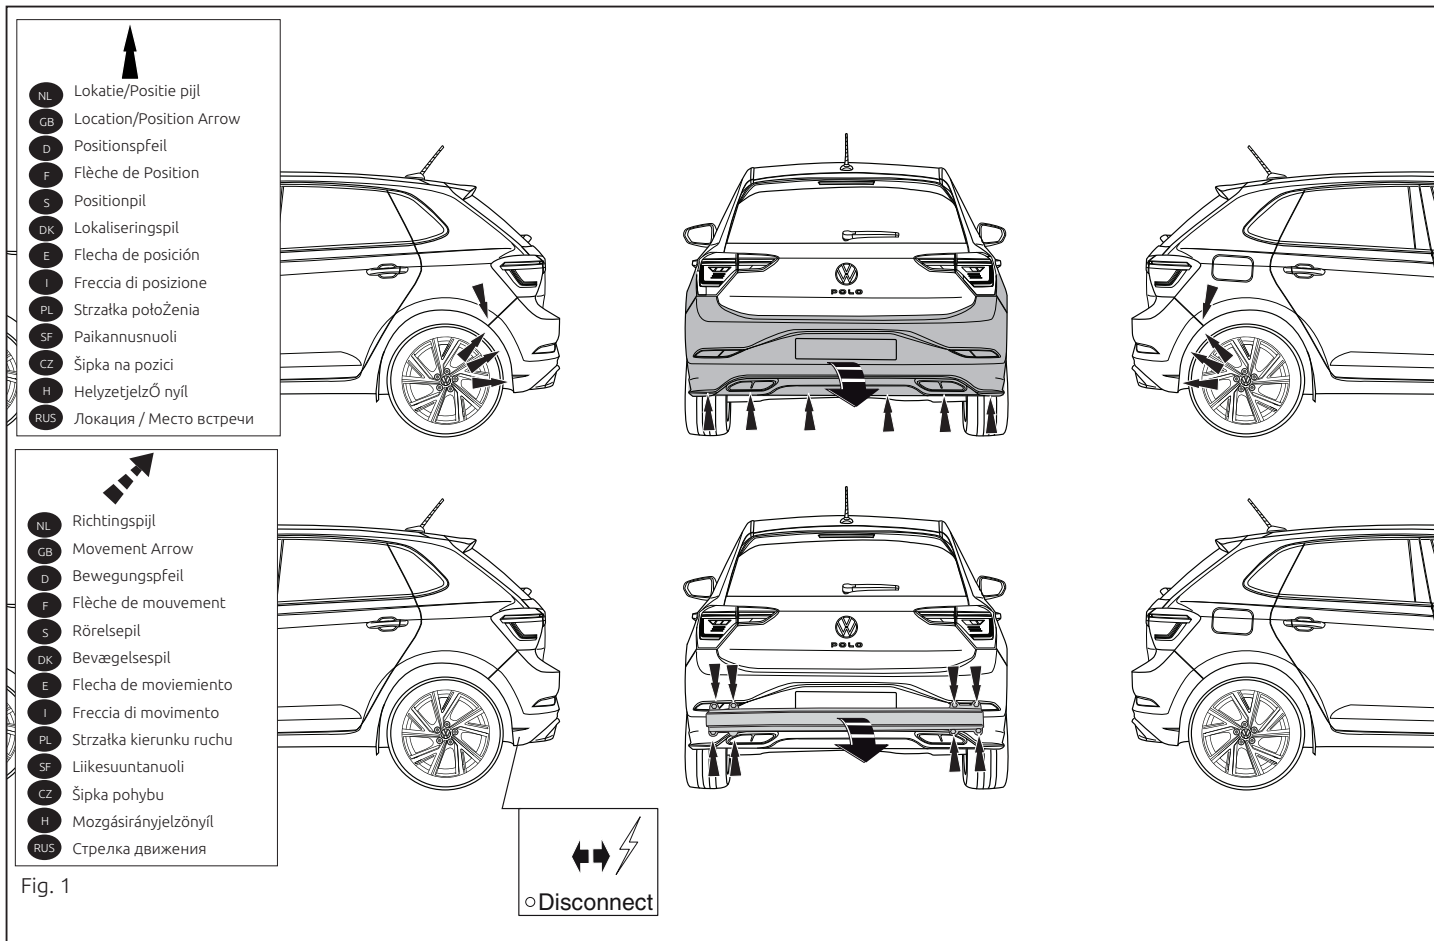

Fig. 1
2. Снять бампер вместе со буферным брусом автомобиля. Буферный брус больше не понадобится. Поставить болты и гайки на место. См. рисунок 1.